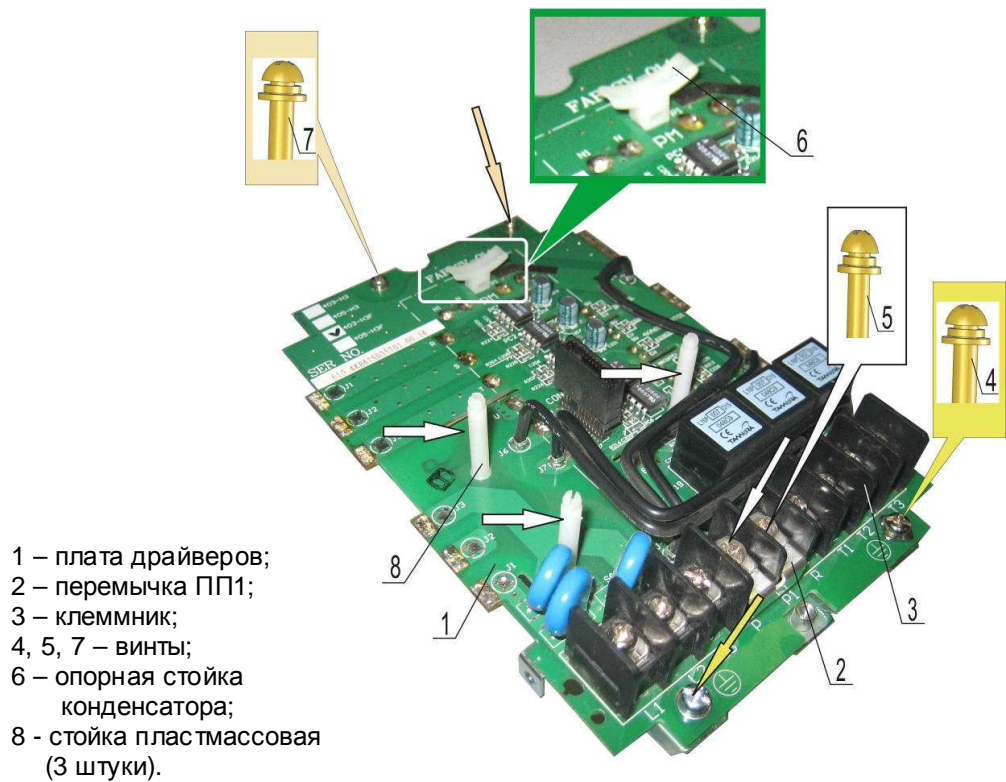

Рис.6.16
6.10.1. Выкрутить два винта 5 крепления перемычки P-P1 2 к силовой клеммной колодке 3 (рис. 6.16). Демонтировать перемычку. Положить винты и перемычку в тару.
6.10.2. Выкрутить два винта 4 и два винта 7 крепления платы драйверов (рис.6.16). Положить винты в тару.
6.10.3. Демонтировать держатель 6 (рис. 6.16), сжав с обратной стороны платы фиксаторы. Положить держатель в тару.
6.10.4. Демонтировать три стойки 8 (рис. 6.16), сжав с обратной стороны платы фиксаторы стоек. Положить стойки в тару.